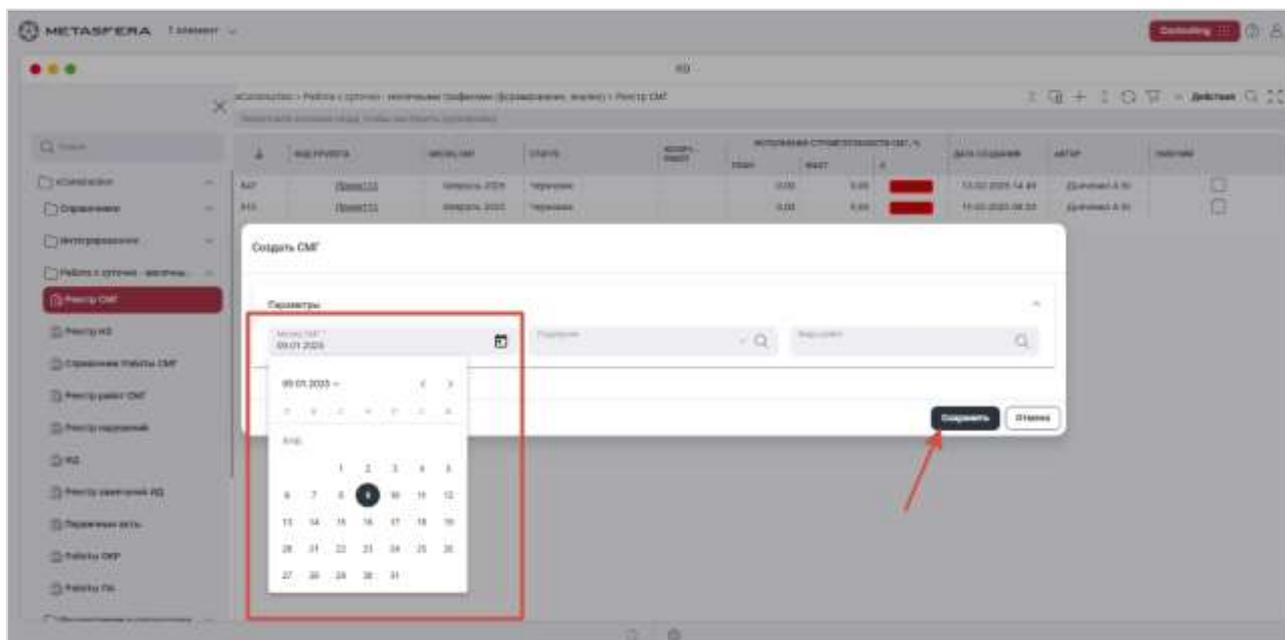

Рисунок 9. Выбор месяца СМГ
**Важно!** Выбор даты не влияет на график. СМГ строится на весь месяц независимо от выбранной даты (Рисунок 9).